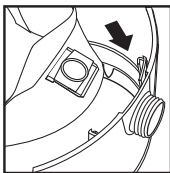

FIGURA 14
24. Deslice el deflector de entrada con la bolsa filtrante acoplada en la guía del deflector. **FIGURA 14.**